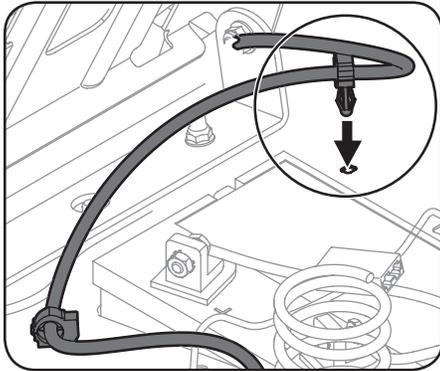

Figure 2-4
- Utilisez l'attache du faisceau qui se trouve sur le faisceau pour maintenir l'excédent de fil sur l'aile du tracteur, comme à la Figure 2-4.